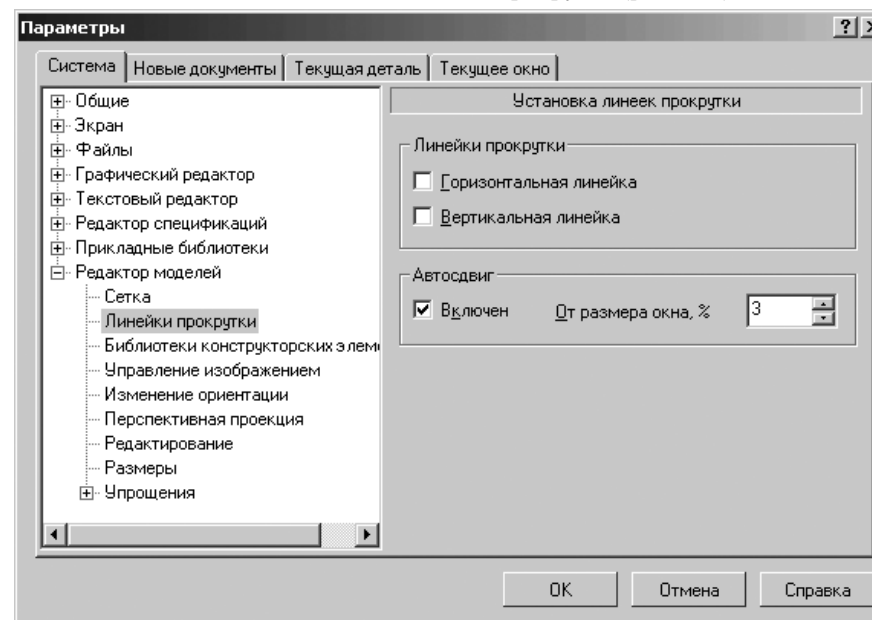

Рис. 9.47. Диалоговое окно **Параметры** с открытой вкладкой **Система** и открытой панелью **Установка линеек прокрутки**
- щелкните по пункту **Линейки прокрутки**. Откроется в правой части диалогового окна панель **Установка линеек прокрутки** (рис. 9.47).